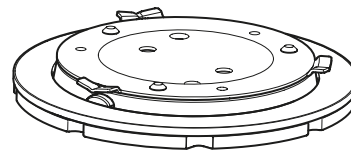
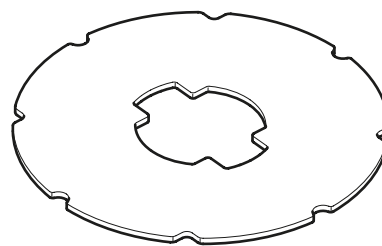
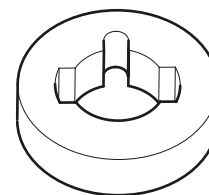

Figura 72
Figura 73
Figura 74
2. Después de desacoplarlo como se muestra en (Figura 72), cuidadosamente úntalo en el suelo.
3. Después de desacoplar (Figura 72), desacopla el caucho como se muestra en (Figura 73).
4. Después de desacoplar como se muestra en (Figura 73), puedes ahora cambiarlo por un filtro nuevo como se muestra en (Figura 74).